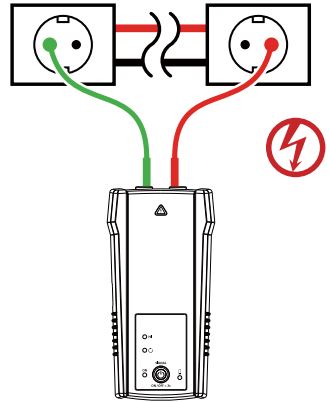

Figure 3.1a : Raccordement approprié avec neutre séparé
2. Avec les câbles d'essai fournis en accessoires, raccordez le câble d'essai rouge au fil tracé, sous tension ou hors tension. Pour les prises électriques, assurez-vous de raccorder le câble d'essai au fil de ligne/phase. Sur les systèmes sous tension, le signal sera **UNIQUEMENT** transmis entre le côté charge auquel le transmetteur est raccordé et la source d'alimentation (voir Figure 3.1a).